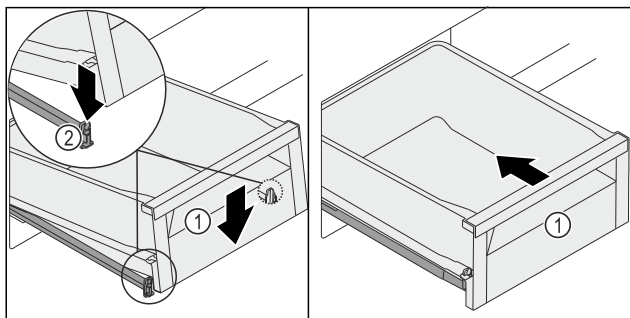

Fig. 124
- Spustite zásuvku Fig. 124 (1) vpredu tak, aby zásuvka vľavo a vpravo sklzála do svorky Fig. 124 (2).
- Zásuvka Fig. 124 (1) počuteľne zapadne.
- Zasuňte zásuvku Fig. 124 (1).